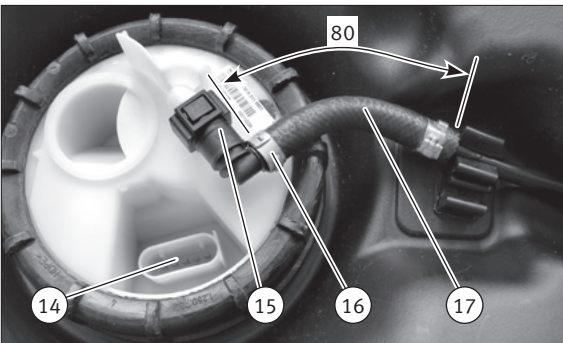

Abb. 10/Fig. 10/Puc. 10/图10
- Укоротить шлангопровод (17) подающего трубопровода приibl. до 80 мм (рис. 10).
- Надеть входящий в комплект поставки зажим шланга (16) на укороченный шлангопровод (17).
- Надеть входящее в комплект поставки быстросъемное соединение 90° (15) на шлангопровод (17) и зафиксировать его зажимом шланга (16).
- Установить штекер (14) электрического соединения на крышке с фланцем (13). Механизм блокировки должен зафиксироваться.